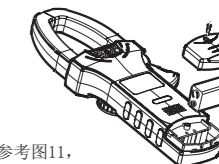

图 11
## 十. 保养和维护 (见图11)
- 本产品的电源为一只6F22 9V电池, 请参考图11, 使用下列顺序安装或更换电池。